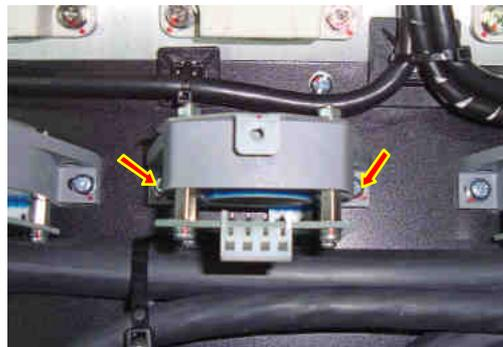

Рис. 6.13
6.9.5. Выкрутить два винта крепления датчика тока (рис. 6.13, красные стрелки), снять датчик тока и положить датчик и винты в тару.